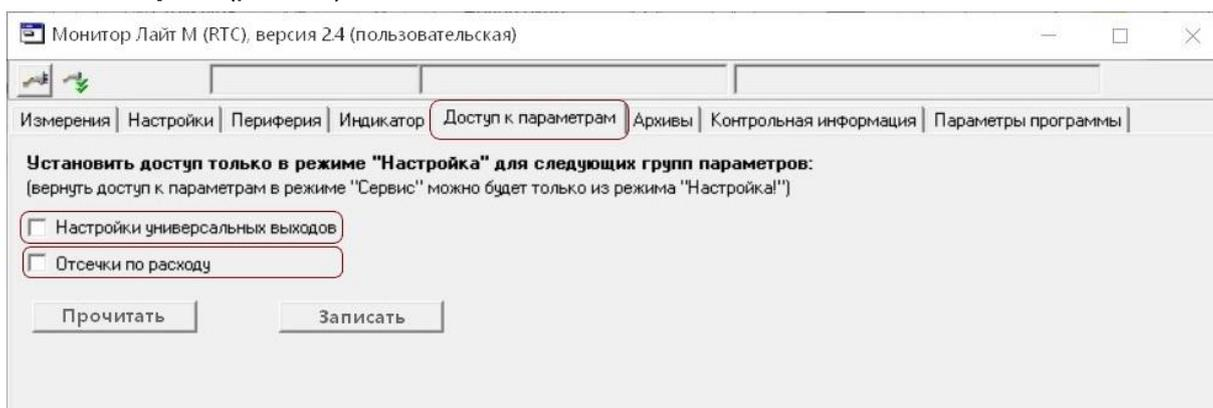

Рис.20. Вид вкладки «Доступ к параметрам».
- установить связь с прибором и перейти на вкладку **Доступ к параметрам** (рис.20):
- установить связь с прибором и перейти на вкладку **Доступ к параметрам** (рис.20);